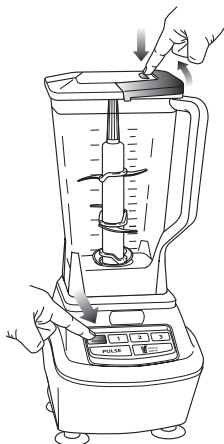
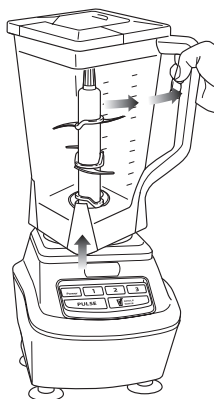

Fig. 7
Fig. 8
- 9 Cuando haya alcanzado la consistencia deseada, apague el artefacto presionando el botón de encendido (⏻) y espere a que se detenga. (Fig. 7)
- 10 Para remover la tapa, tire del mango de la tapa hacia arriba hasta un ángulo de 90°. Gire el jarra en sentido horario y sáquelo de la base. (Fig. 7, Fig. 8)